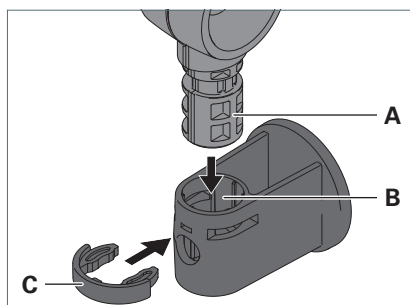

Fig. 6: Monter le luminaire sur l'adaptateur.
- Introduisez le tourillon **A** situé sur la tige du luminaire dans l'orifice **B** de l'adaptateur, voir Fig. 6.